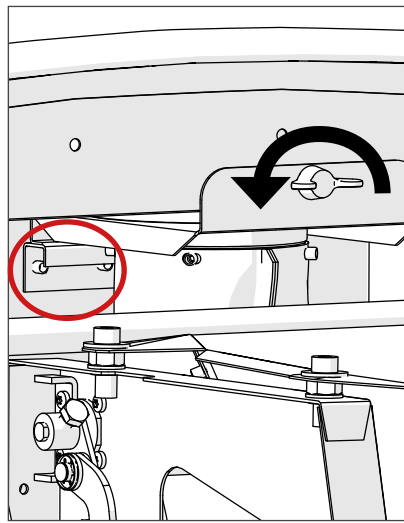

Fig. 15
3. Dévisser la vis à oreilles du capot métallique, au-dessus du ventilateur principal (fig. 15).
4. Retirer soigneusement le ventilateur des toilettes. Le ventilateur est fixé à un support sur la paroi arrière, et maintenu fermement en place par un joint en caoutchouc. Il est donc nécessaire de le dégager à l'aide de petits mouvements latéraux (fig. 15 et 16).
6. Remonter le ventilateur. S'assurer que le ventilateur est correctement installé sur son support dans le mur arrière (fig. 15).